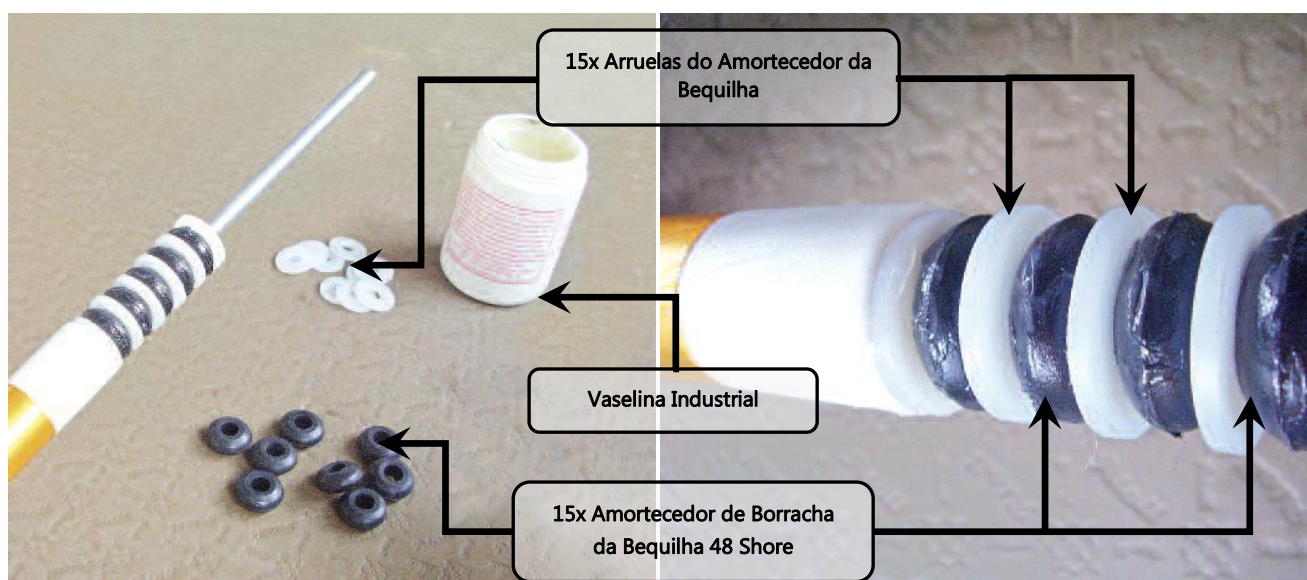

Figura 32.20.6 – Disposição das Arruelas do Amortecedor e Amortecedor de Borracha
2. Alocar as Arruelas do Amortecedor da Bequilha AA-32-20-400-18 e arruelas de Amortecedor de Borracha da Bequilha 48 Shore AA-32-20-400-17 alternadamente, conforme figura 32.20.6. Iniciando e terminando com anéis de nylon.
3. Atenção: Todas as arruelas de Amortecedor de Borracha da Bequilha 48 Shore AA-32-20-400-17 devem ser totalmente lubrificadas com vaselina industrial, assim como o exterior da bucha superior do braço interno da bequilha AA-32-20-400-23 mostrados na figura 32.20.6.